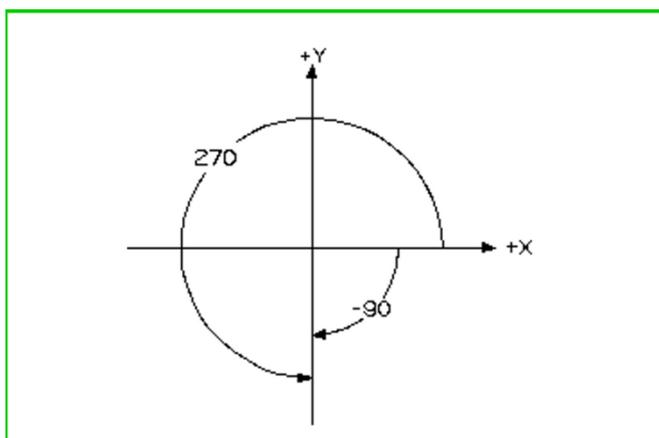

图 1-12 角度测量
(1) 角度测量。NX 按逆时针方向从正 X (或 XC) 轴到正 Y (或 YC) 轴测量角度。角度测量被记录为度和度的十进制分数。当加入正值时, 角度是从正 X 轴或特定基线逆时针测量的; 当加入负值时, 系统显示负号 (-) 表示在顺时针方向中运动, 如图 1-12 所示。